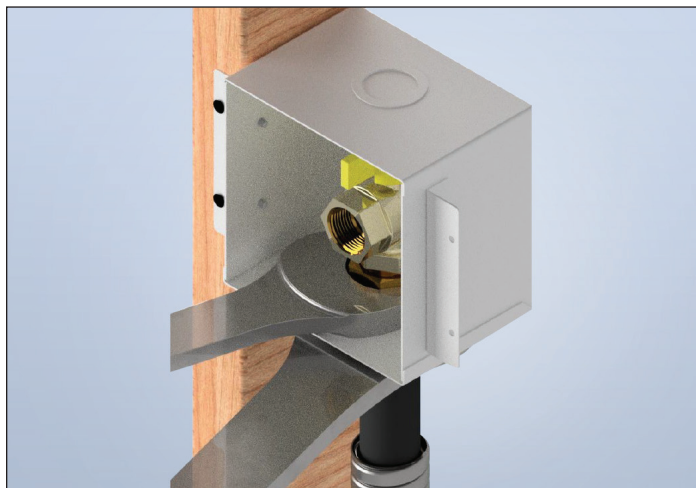

Figure 1-8
8. Glissez le boîtier métallique vers le haut et sur le filetage mâle de l'écrou. Fixez solidement le boîtier métallique sur le montant. Pour garantir un support complet, fixez les deux onglets de fixation à la charpente lorsque les codes locaux l'exigent. Vissez et serrez l'adaptateur de conduite flexible dans l'écrou pour fixer l'ensemble de robinet au boîtier métallique mural (figure 1-8).